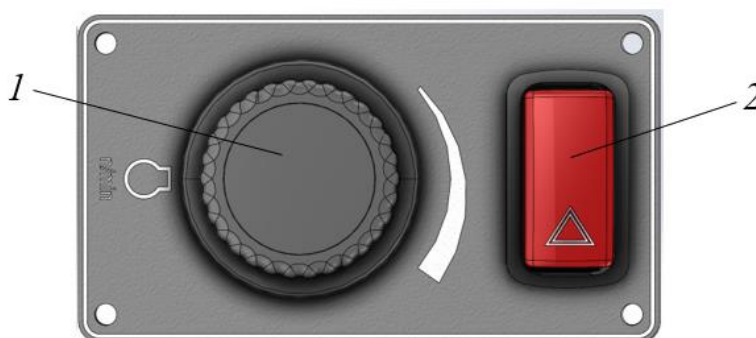

Рисунок 5.4. Органы управления левой тумбы
- ▶ Нажать кнопку безопасности поз. 2, рис. 5.4. На дисплее оператора загорится символьный индикатор «Кнопка безопасности».